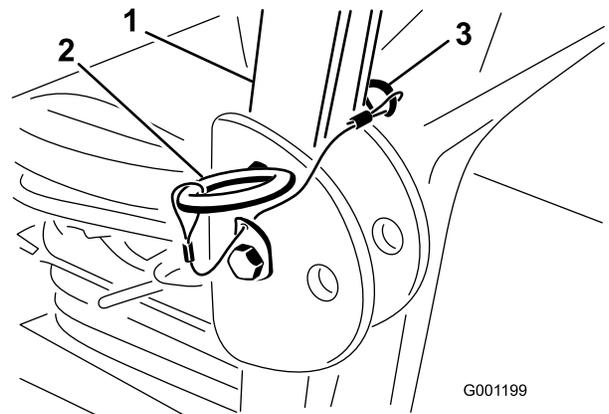

Figure 8
1. Retirez les goupilles fendues puis les deux axes de l'arceau de sécurité (Figure 8).
- Relevez complètement l'arceau de sécurité puis insérez les deux axes et fixez ces derniers avec les goupilles fendues (Figure 8).